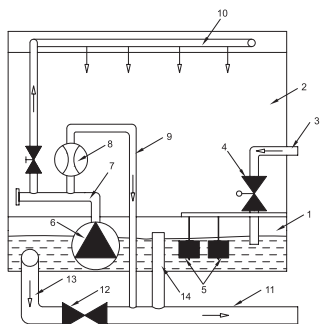

Рисунок 28
В установках RW-S могут применяться модели оборотного снабжения (рис.28), наиболее полно реализующих функционал увлажнителя. Поддон (1) наполняется водой из магистрального трубопровода. Уровень воды в поддоне поддерживается при помощи герконового датчика уровня (5) и нормально закрытого соленоидного клапана (4). В случае, когда требуется увлажнение, включается насос (6) и вода через распределительную гребенку (7) подается на блоки водораспределительных головок (10). Через водораспределительные головки вода равномерно распределяется на кассеты (2). Стекая по поверхности кассет, часть воды поглощается материалом кассеты, а часть возвращается в поддон. При прохождении воздуха через увлажненный материал кассеты, происходит испарение воды с поверхности материала. Таким образом влагосодержание воздуха повышается. Процесс сопровождается некоторым понижением температуры проходящего через кассеты воздуха, что позволяет использовать увлажнитель в качестве секции охлаждения в летний период. В процессе испарения содержание соли в оборотной воде повышается и может достичь уровня при котором соль будет откладываться на материале кассеты и элементах конструкции. Для нормализации концентрации солей в оборотной воде - предусмотрена система сброса части воды в дренаж и восполнения ее до необходимого уровня за счет подачи чистой. Величина отводного потока настроена по умолчанию. Для самостоятельной регулировки служит регулирующий кран (7) и расходомер на линии отводного потока водораспределительной гребенки. Для исключения возможности